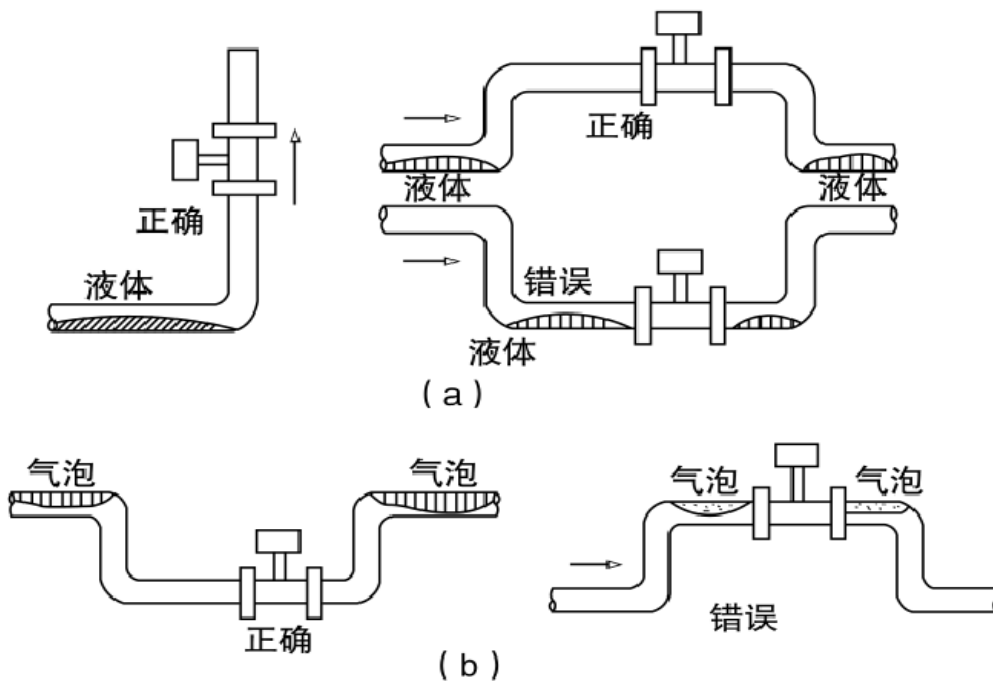

图1混相流体的安装
1、涡街流量计可安装在室内或室外。如果安装在地下井里，有水淹的可能，要选用潜水型传感器。传感器在管道上可以水平、垂直或倾斜安装，但测量液体和气体时为防止气泡和液滴的干扰，安装位置要注意，如图 1 所示。